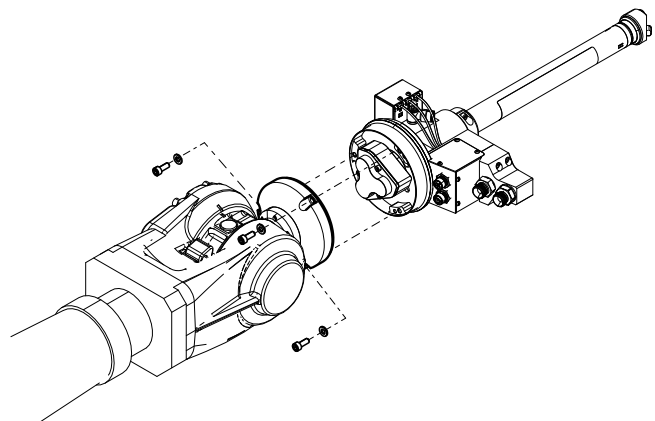

FIG. 8
5. Entfernen Sie die Schrauben, mit denen das Schwengehäuse (619) am Verdreh-sicherungsbügel befestigt ist.
6. Lösen Sie die drei Schrauben, mit denen die Switch 3D-Pistole am Roboter-Montageflansch befestigt ist. Siehe FIG. 8.